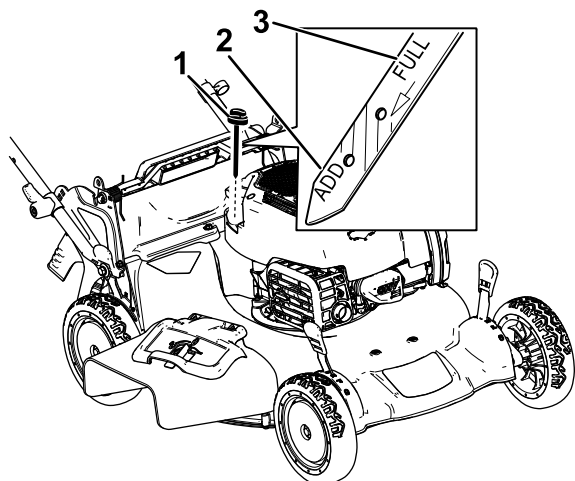

Figure 27
3. Tournez le bouchon dans le sens antihoraire et sortez la jauge (Figure 27).
10. Relevez le niveau d'huile indiqué sur la jauge (Figure 27).